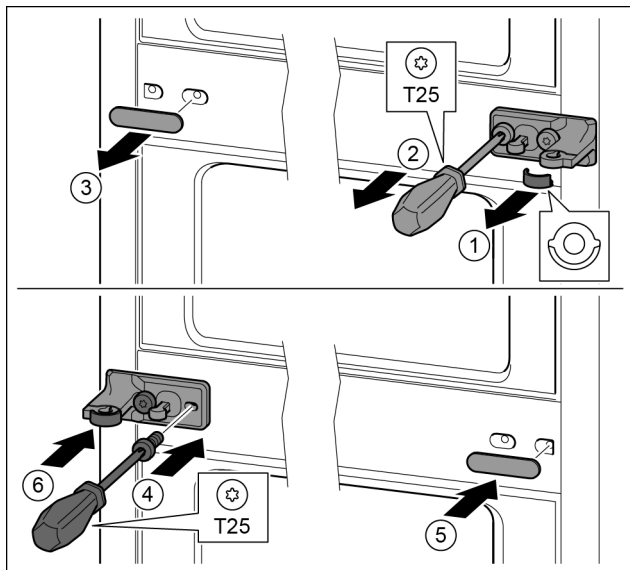

Fig. 29
- ▶ Schijf eraf trekken. Fig. 29 (1)
- ▶ Schroeven met schroevendraaier T25 eruit draaien. Fig. 29 (2)
- ▶ Afdekking voorzichtig eraf trekken. Fig. 29 (3)
- ▶ Lagerbus met folie 180° gedraaid op de andere kant bevestigen. Fig. 29 (4)
- ▶ Afdekking 180° gedraaid op de andere kant aanbrengen. Fig. 29 (5)
- ▶ Schijf vanaf de voorkant erop schuiven. Fig. 29 (6)